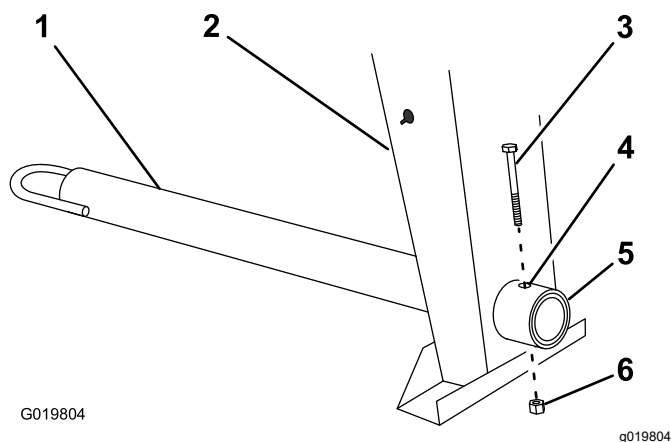

Figura 4
1. Retire el perno y la tuerca de la barra de tracción (Figura 4).
2. Deslice la barra de tracción hacia adelante y alinee el taladro de la barra con el taladro del acoplamiento del bastidor (Figura 4).
3. Introduzca el perno a través de los taladros del acoplamiento y de la barra (Figura 4).
4. Enrosque la tuerca en el perno y apriételes hasta que queden apretados contra el acoplamiento del bastidor (Figura 4).